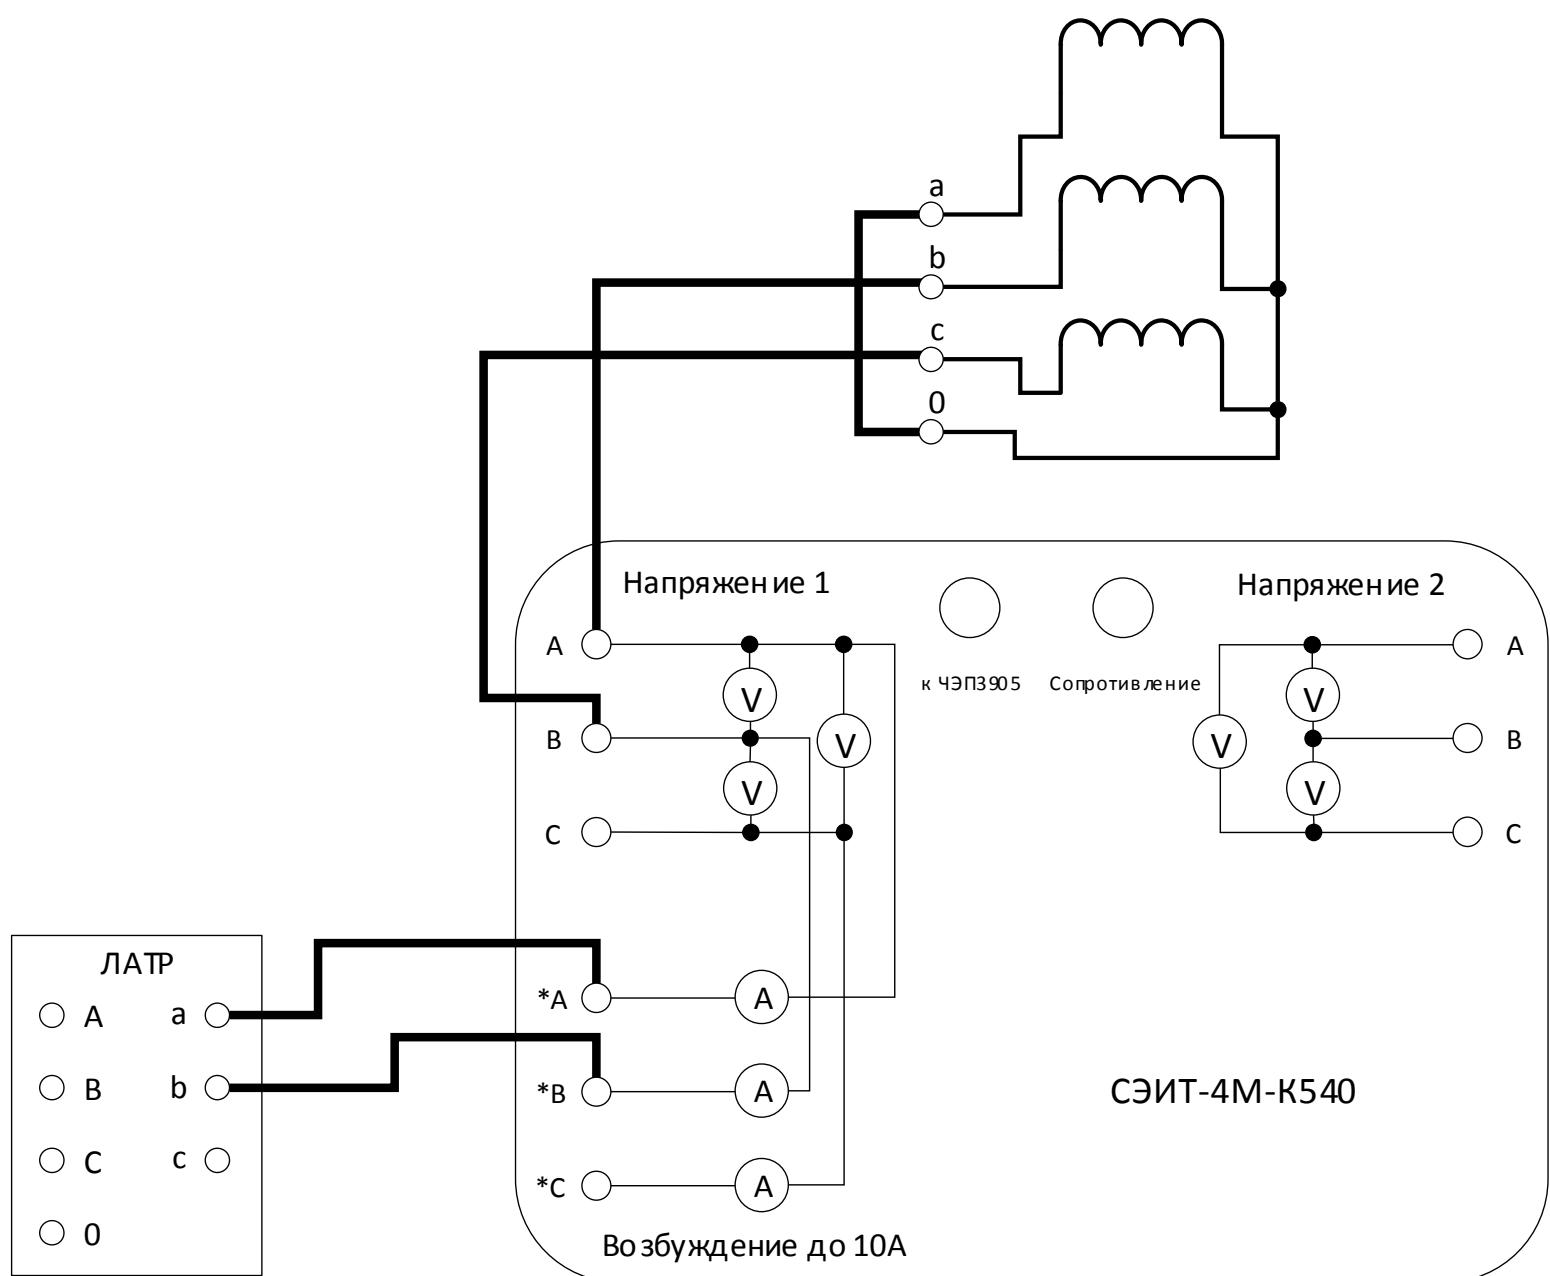
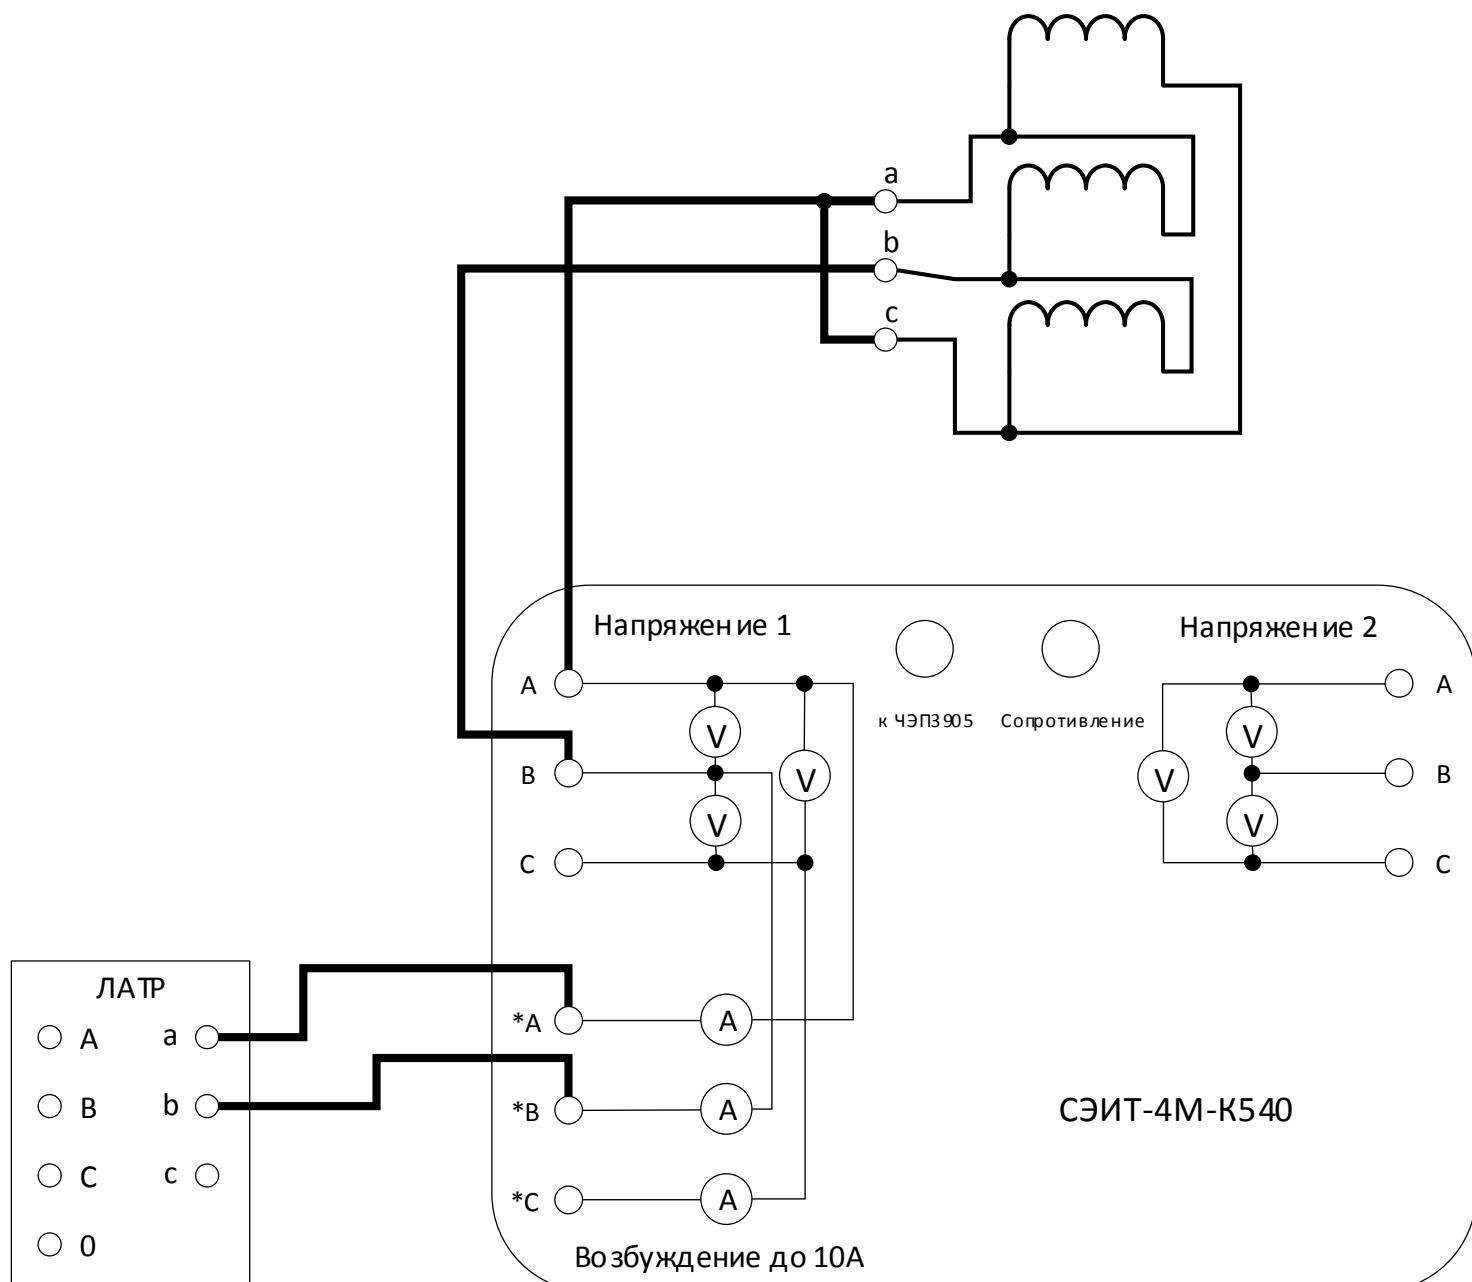

Рис. 15. Опыт холостого хода при малом напряжении для обмоток, соединенных звездой
Рис. 16. Опыт холостого хода при малом напряжении для обмоток, соединенных треугольником
- 1) Выполняют короткое замыкание обмотки фазы А, возбуждают фазы В и С трансформатора и измеряют потери. Измерительные схемы данного опыта для схем соединения обмоток  $Y_0$  и  $\Delta$  приведены на рис. 15 и рис. 16 соответственно.